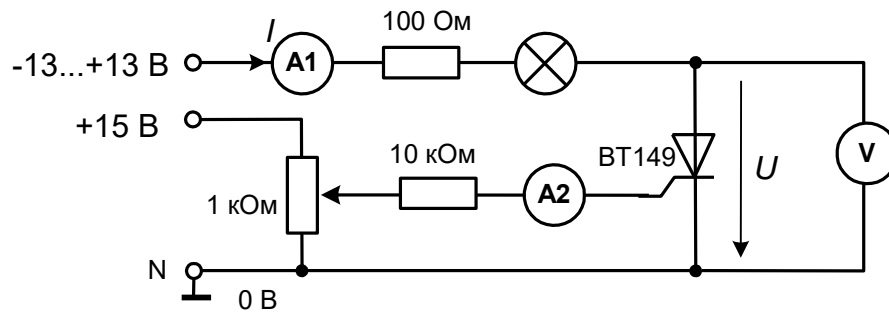

Рис. 6.5
- Соберите цепь (рис. 6.5.) для исследования характеристик управляемых тиристоров. Сначала установите лишь амперметры. Ручку потенциометра (10 кОм) поверните вправо до упора (ток управления равен нулю).